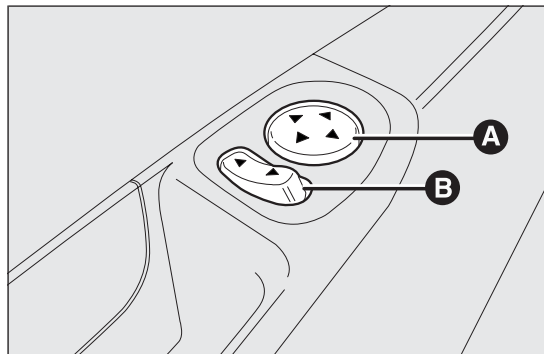

РИС. 25
- выбрать зеркало для регулировки с помощью селектора В РИС. 25;
- отрегулировать зеркало по четырем направлениям с помощью джойстика А РИС. 25.